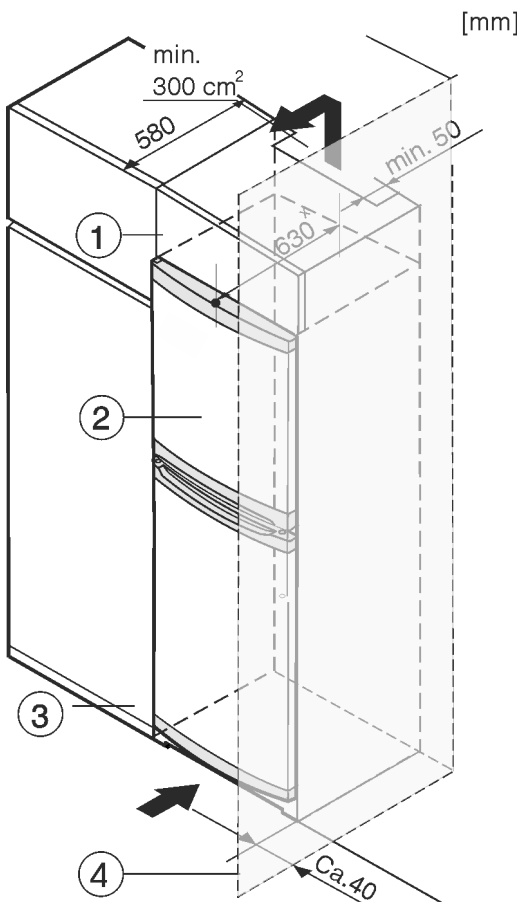

Fig. 8
L'appareil peut être intégré dans des meubles de cuisine. Pour adapter l'appareil Fig. 8 (2) à la hauteur du coin cuisine, une rehausse Fig. 8 (1) peut être posée sur l'appareil.
Lors de la transformation avec des placards de cuisine (profondeur max. 580 mm), le réfrigérateur peut être placé directement à côté du placard de cuisine Fig. 8 (3). Le réfrigérateur dépasse sur les côtés de 34 mm \* et au centre du réfrigérateur de 50 mm \* par rapport à la façade du placard.
Si le réfrigérateur est installé avec les charnières près d'une paroi Fig. 8 (4), la distance entre le réfrigérateur et la paroi doit être d'au moins 40 mm. Cela correspond au dépassement de la poignée lorsque la porte est ouverte.